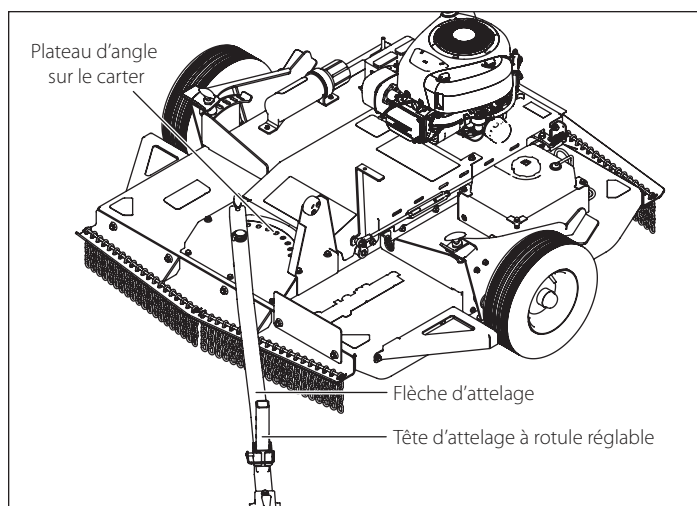

Figure 8
1. Retirer la goupille de réglage de hauteur de l'attelage et faire coulisser la tête vers le haut ou le bas jusqu'à la hauteur souhaitée. Voir Figure 8.